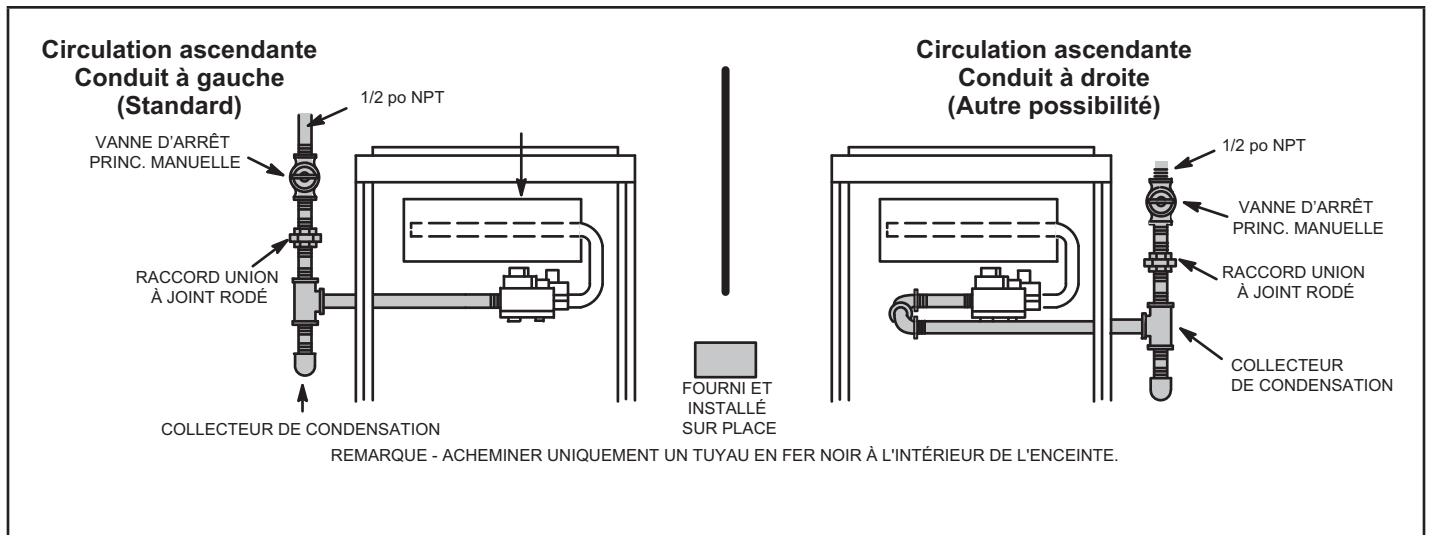
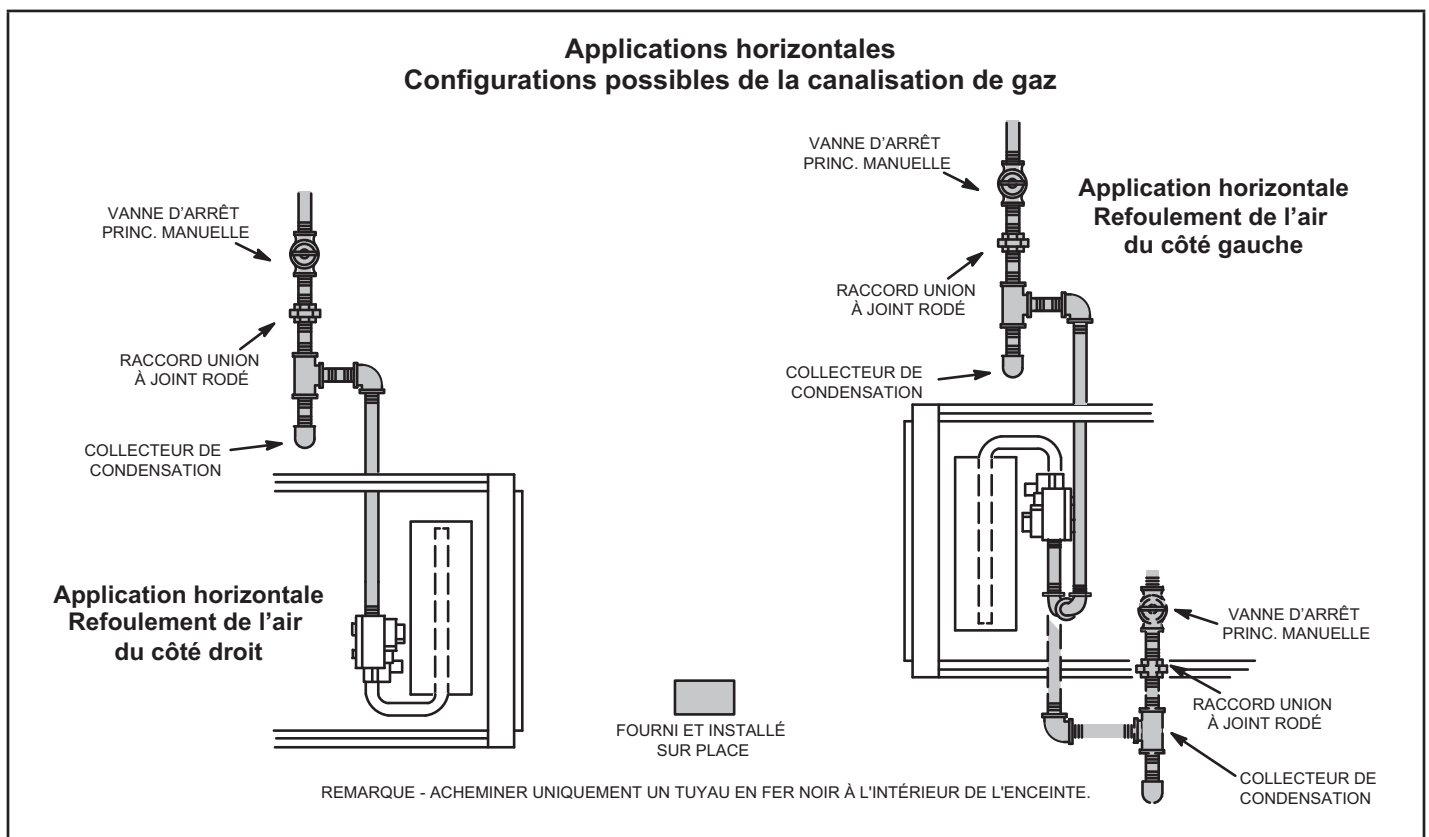

FIGURE 56
FIGURE 57
- 1 - La canalisation de gaz peut pénétrer dans l'appareil par le côté droit ou le côté gauche. La canalisation d'alimentation entre dans la vanne de gaz par le côté de la vanne, comme illustré à la FIGURE 56. Connecter la canalisation de gaz sur la vanne. La canalisation de gaz doit être serrée à un couple minimum de 350 livres et un maximum de 800 livres sur la vanne de gaz.
- 3 - La canalisation de gaz ne doit pas traverser les conduits d'air, les chutes à linge sale, les cheminées ou conduits d'évacuation des gaz, les monte-plats ou les cages d'ascenseur. Centrer la canalisation de gaz dans l'ouverture. La canalisation de gaz ne doit pas toucher le côté de l'unité. Voir FIGURE 56 et FIGURE 57.